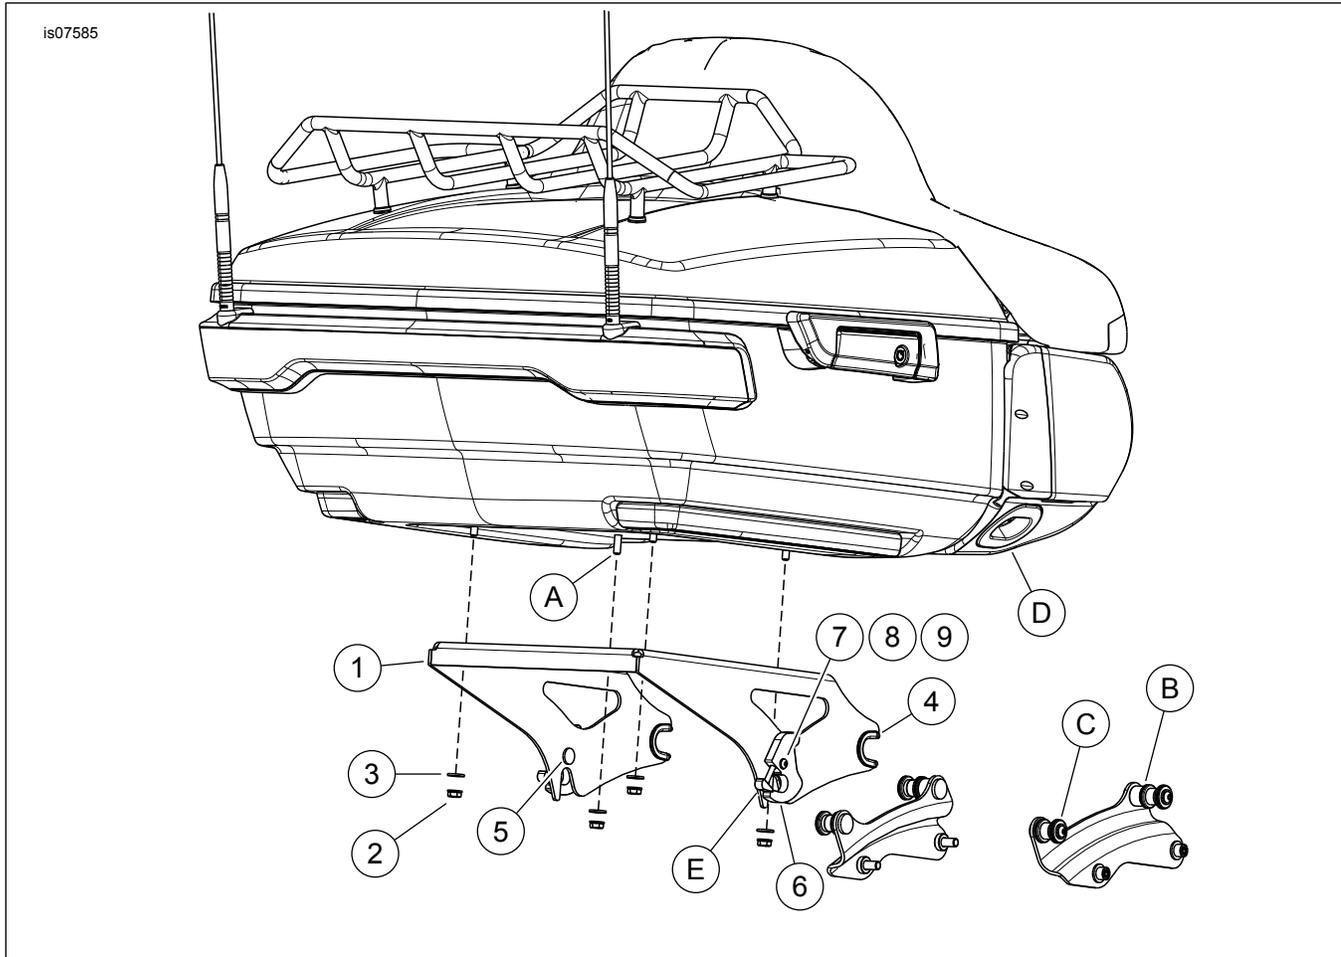

Figura 1. Piezas de servicio: Rejilla para Tour-Pak desmontable de dos piezas
Consulte Figura 1 y Tabla 1.
2. Figura 1 Instale la rejilla para Tour-Pak® (1) en los espárragos de montaje (A) de Tour-Pak (D).
3. Asegúrela con arandelas (3) y tuercas (2).
4. Los orificios de montaje de la rejilla para Tour-Pak están ranurados. Ajuste la posición del Tour-Pak (D) en la rejilla para Tour-Pak (1).
5. Apriete las tuercas (2).
1. Consulte la Figura 1. Coloque las muescas delanteras de la rejilla para Tour-Pak, con los bujes en su lugar en los puntos de acoplamiento delanteros (B).
- a. Verifique que los bujes de la muesca (4) se asienten por completo en los puntos de acoplamiento delanteros.
2. Coloque los pestillos desmontables (6) sobre los puntos de acoplamiento traseros (C).
- a. Verifique que los lados y los pestillos de la rejilla (1) se ubiquen en los puntos de acoplamiento traseros.